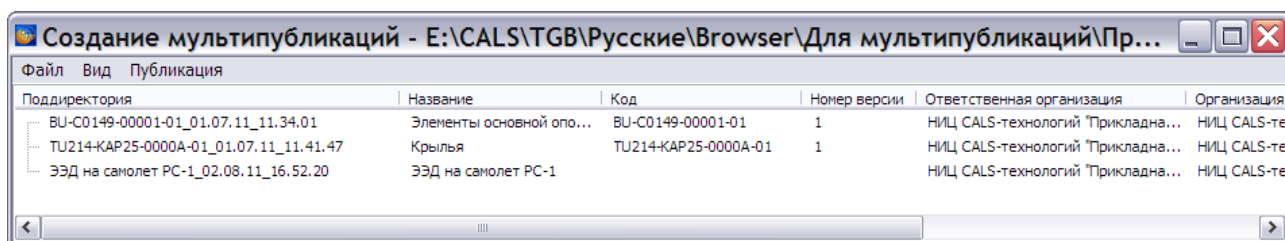

Рис. 240
5. В окне **Обзор папок** укажите папку, содержащую публикации, и нажмите на кнопку **Ок**. После этого список публикаций появится в окне **Создание мультипубликации** (Рис. 240).
4. После этого произойдет загрузка мультипубликации, и в окне **Создание мультипубликации** появится список публикаций, входящих в неё (Рис. 240).